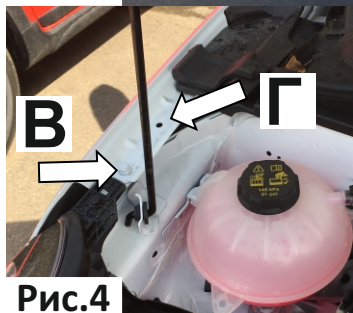

Рис.4
4. Торцевой головкой №10 открутить штатный болт в позиции В. В позицию Г установить планку закладную (Рис.4).